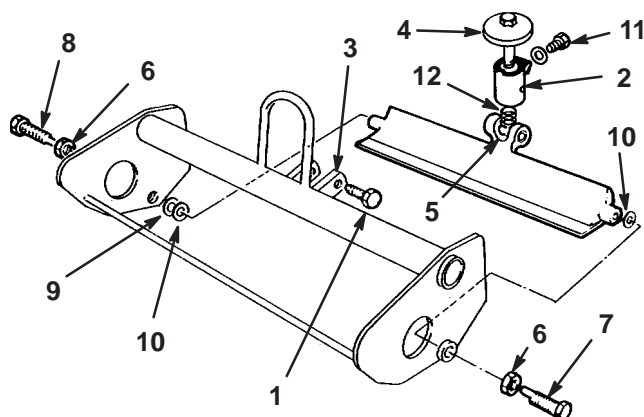

Bild 12
1. Nehmen Sie die Befestigungskopfschraube des Federarms und die Scheibe vom Gelenk ab. Lösen Sie die Drehschrauben, mit denen das Untermessergelenk an den Stützen des Spindelrahmens befestigt ist (Bild 12).
2. Drehen Sie das Einstellrad und das Gelenk um Uhrzeigersinn (Linksgewinde), bis es aus dem Schnittleistengelenk herausgeschraubt ist (Bild 12).
3. Lösen Sie die Klemmmutter, mit denen die rechten und linken Schnittleistendreherschrauben befestigt sind. Entfernen Sie die Drehschrauben (Bild 12).
Halten Sie die Ansatzschraube fest und ziehen Sie die Klemmmutter an (Bild 12).
- Schrauben Sie das Einstellrad und das Gelenk in die flache Seite des Schnittleistengelenks bis die Befestigungslöcher im Gelenk mit den Löchern in den Spindelrahmenstützen ausgerichtet sind, und das Schnittleistengelenk nicht die Spindel berührt (Bild 12).